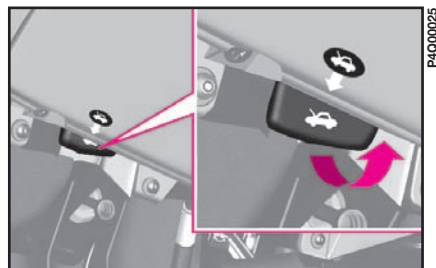

fig. 74
1) enlever la tablette arrière en dégageant les deux extrémités **A**-fig. 74 des tirants de leurs logements **B**.
1) Tirer le levier indiqué dans la fig. 74 dans le sens de la flèche.